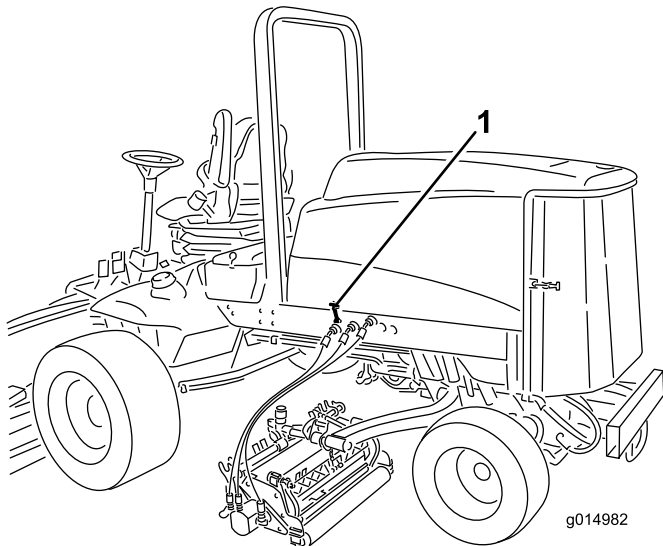

Figura 33
2. Desengate o trinco do capot e abra o capot (Figura 33).